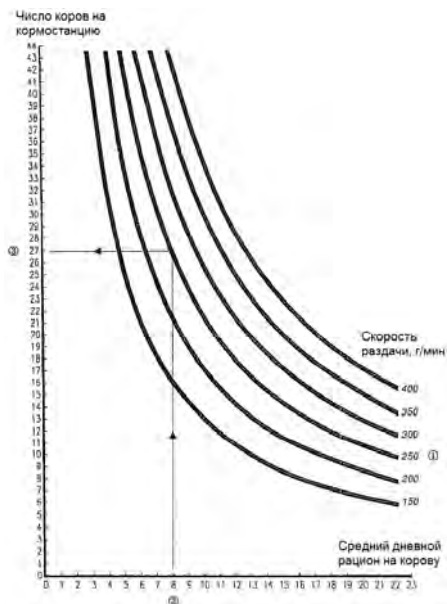

Рисунок 7.9 – График для определения количества кормостанций
2. Найти данную скорость раздачи корма в правом столбце (скорость раздачи) на графике (рис. 7.9).
Показатель 250 г/мин выбран из таблицы 7.2. Выбрать соответствующую кривую из графика (рис. 7.9) (1). Следовать по кривой до 8 кг/день (2) и выявить 27 коров/станцию (3). Разделив 100 на 27 получим 3.7, округляем до 4 станций на данный коровник (ферму).